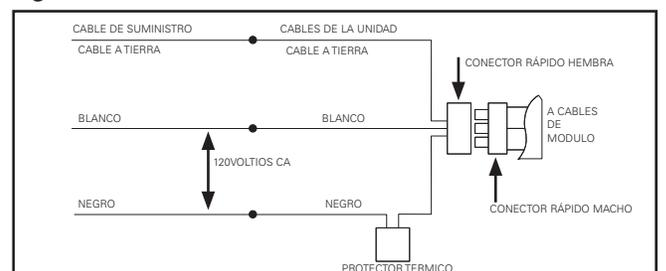

Figura 10.
4. Conecte los cables suministrados en los cables de la luminaria usando las tuercas para cableado del tamaño adecuado (no incluidas). Tenga cuidado de no dejar pelado ningún conductor que transporte corriente fuera de las tuercas de conexión del cableado. (Figura 10.).